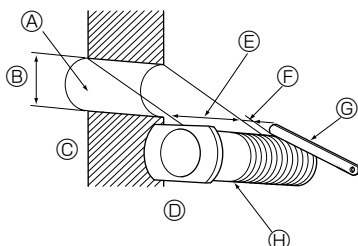

Fig. 3-6
3.4.1. Löcher bohren (Fig. 3-6)
- ① Bohren Sie Löcher von \varnothing 65 mm oder \varnothing 75 mm von etwa 5–7 mm Tiefe und leicht abwärts zum Raum geneigt.
- ② Die Wanddurchbruchhülsen in die Bohrungen einsetzen.
- ① Wanddurchbruch
- ② 65 mm oder 75 mm Durchmesser.
- ③ Innenseite
- ④ Querschnitt des Wanddurchbruchs
- ⑤ Wanddicke
- ⑥ Eine Maßstabteilung
- ⑦ Mit einer zusätzlichen Maßstabteilung abschneiden.
- ⑧ Wanddurchbruchhülse